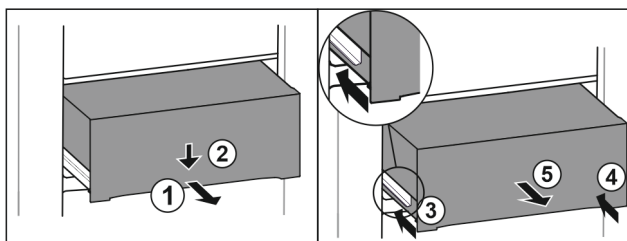

Fig. 129
- ▶ Vytiahnite zásuvku do polovice. Fig. 129 (1)
- ▶ Zatlačte zásuvku na prednej strane smerom nadol. Fig. 129 (2)
- ▶ Zasuňte ľavú koľajničku o cca 2 cm. Fig. 129 (3)
- ▶ Zasuňte pravú koľajničku o cca 2 cm. Fig. 129 (4)
- ▶ Odoberte zásuvku dopredu. Fig. 129 (5)